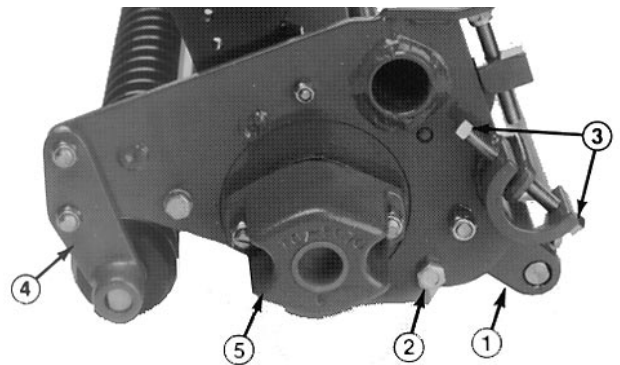

Bild 10
1. Die Sechskantschraube und Mutter entfernen, mit denen das Schnitthöhenprofil der hinteren Rolle an den Seitenplatten beider Seiten der Mähspindel abgesichert wird (Bild 10).
beiden Seiten der Mähspindel entfernen (Bild 10). Dann die Untermessereinstellschrauben an beiden Seiten der Mähspindel lockern (Bild 10). Danach läßt sich die Untermessergruppe durch Abdrehen von der Spindel entfernen.
1. Die Sicherungsmuttern entfernen, mit denen die vorderen Rollenprofile beider Seiten der Mähspindel an den Seitenplatten abgesichert sind (Bild 10).
1. Die Sicherungsmuttern von der Gegengewichts- endkappe entfernen und die Endkappe von den Stehbolzen abziehen (Bild 10).
2. Die Gegengewichtsendkappe entfernen (Bild 10).